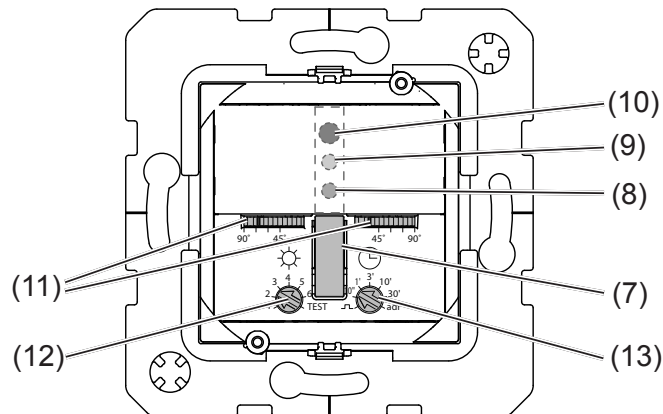

Bild 5
Der Erfassungswinkel kann für die rechte und für die linke Seite je Einsteller (Bild 5, 11) zwischen 45° ... 90° eingeschränkt werden. Somit kann der Erfassungswinkel zwischen 90° und 180° liegen (Bild 6).
- Potenziometer Ansprechhelligkeit (Bild 5, 14) auf Position TEST und Potenziometer Nachlaufzeit auf ein kurzes Zeitintervall z.B. **10"** einstellen.
- Potentiometer Nachlaufzeit (Bild 5, 13) in die gewünschte Position drehen.